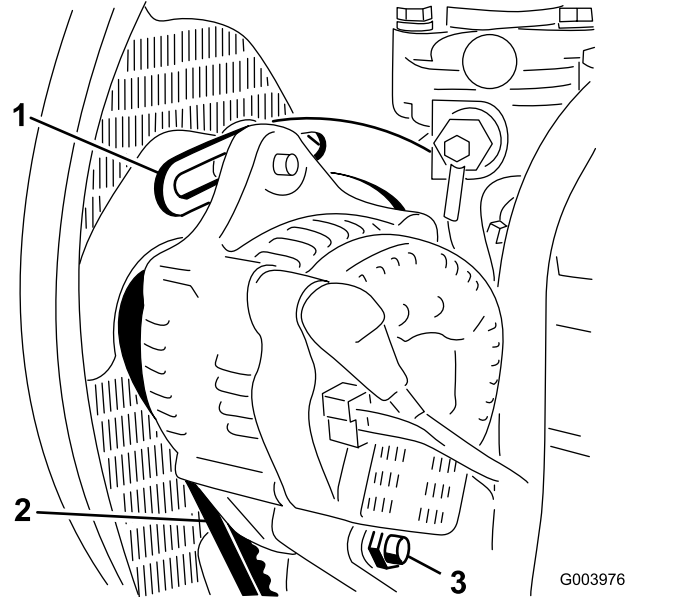

图63
- 检查交流发电机皮带张紧力的方法使用 10kg 的力按压交流发电机和曲轴箱皮带轮之间的皮带图63中间位置。
- 松开将皮带环形支架固定到发动机图63的螺栓以及将交流发电机固定到皮带环形支架上的螺栓和枢轴螺栓。